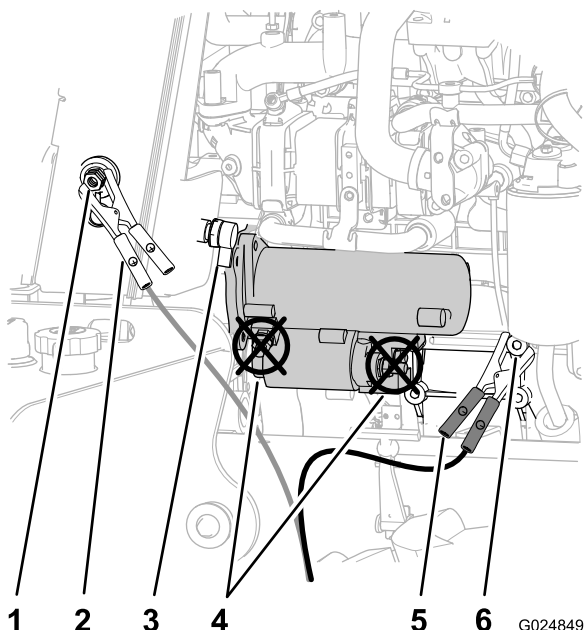

Figura 83
4. Togliete il coperchio dal morsetto di avviamento (Figura 83).
- Collegate il cavetto portatile positivo (+) al morsetto di avviamento (Figura 83).
- Collegate il cavetto portatile negativo (-) al punto di terra, quale il dado nel punto rotante dell'alternatore (Figura 83).